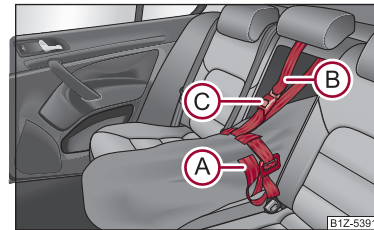

Fig. 101 Asigurarea sacului de transport demontabil
- Strângeți banda (A) de capătul liber, în jurul schiurilor, în fața legăturilor ⇒ fig. 101.
- Introduceți banda de asigurare (B) prin orificiul din spătarul scaunului, în jurul părții de sus a spătarului.
- Introduceți banda de asigurare (B) în încuietoarea (C) până se fixează cu zgomot.